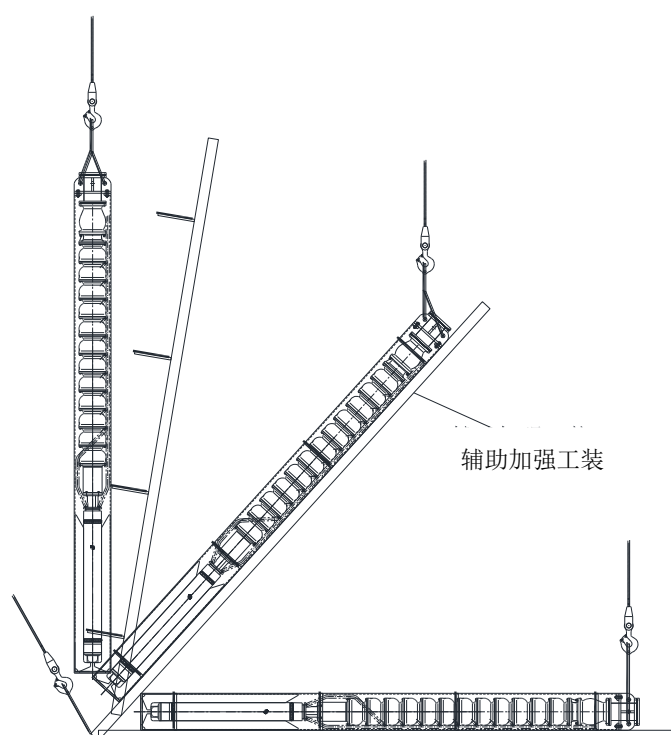

图5 长度大于 4 m 的潜水泵吊装示意图
4.3.2 当整个潜水泵长度大于 4 m 时，应使用辅助加强工装，潜水泵由水平旋转至垂直方向时，应逐步拆除工装，如图 5 所示。